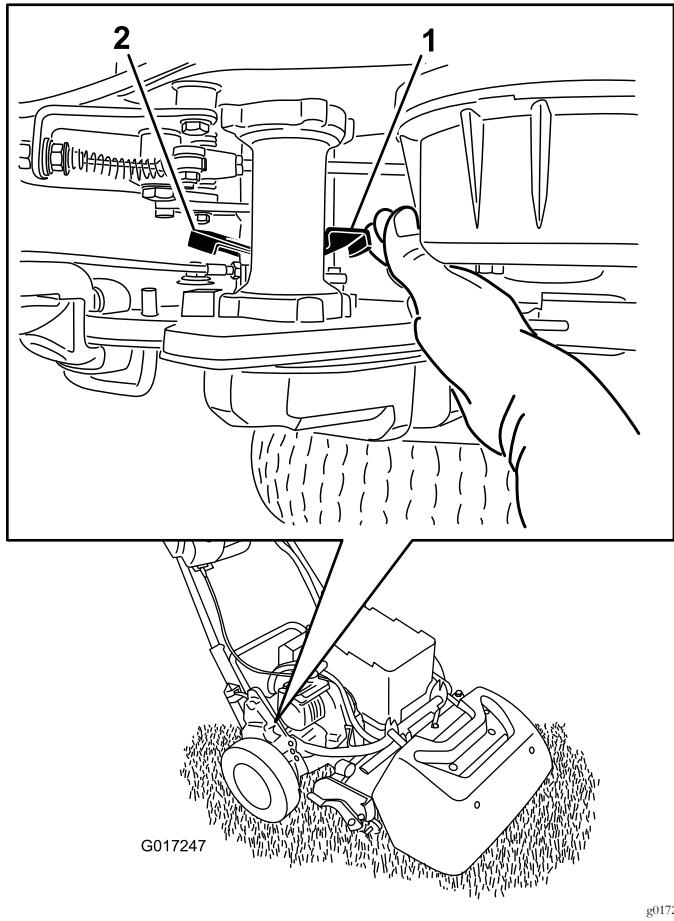

图38
1. 在机器的右后角找到靠近驱动装置壳体轮鼓的牵引接合/分离控制杆 (图38)。